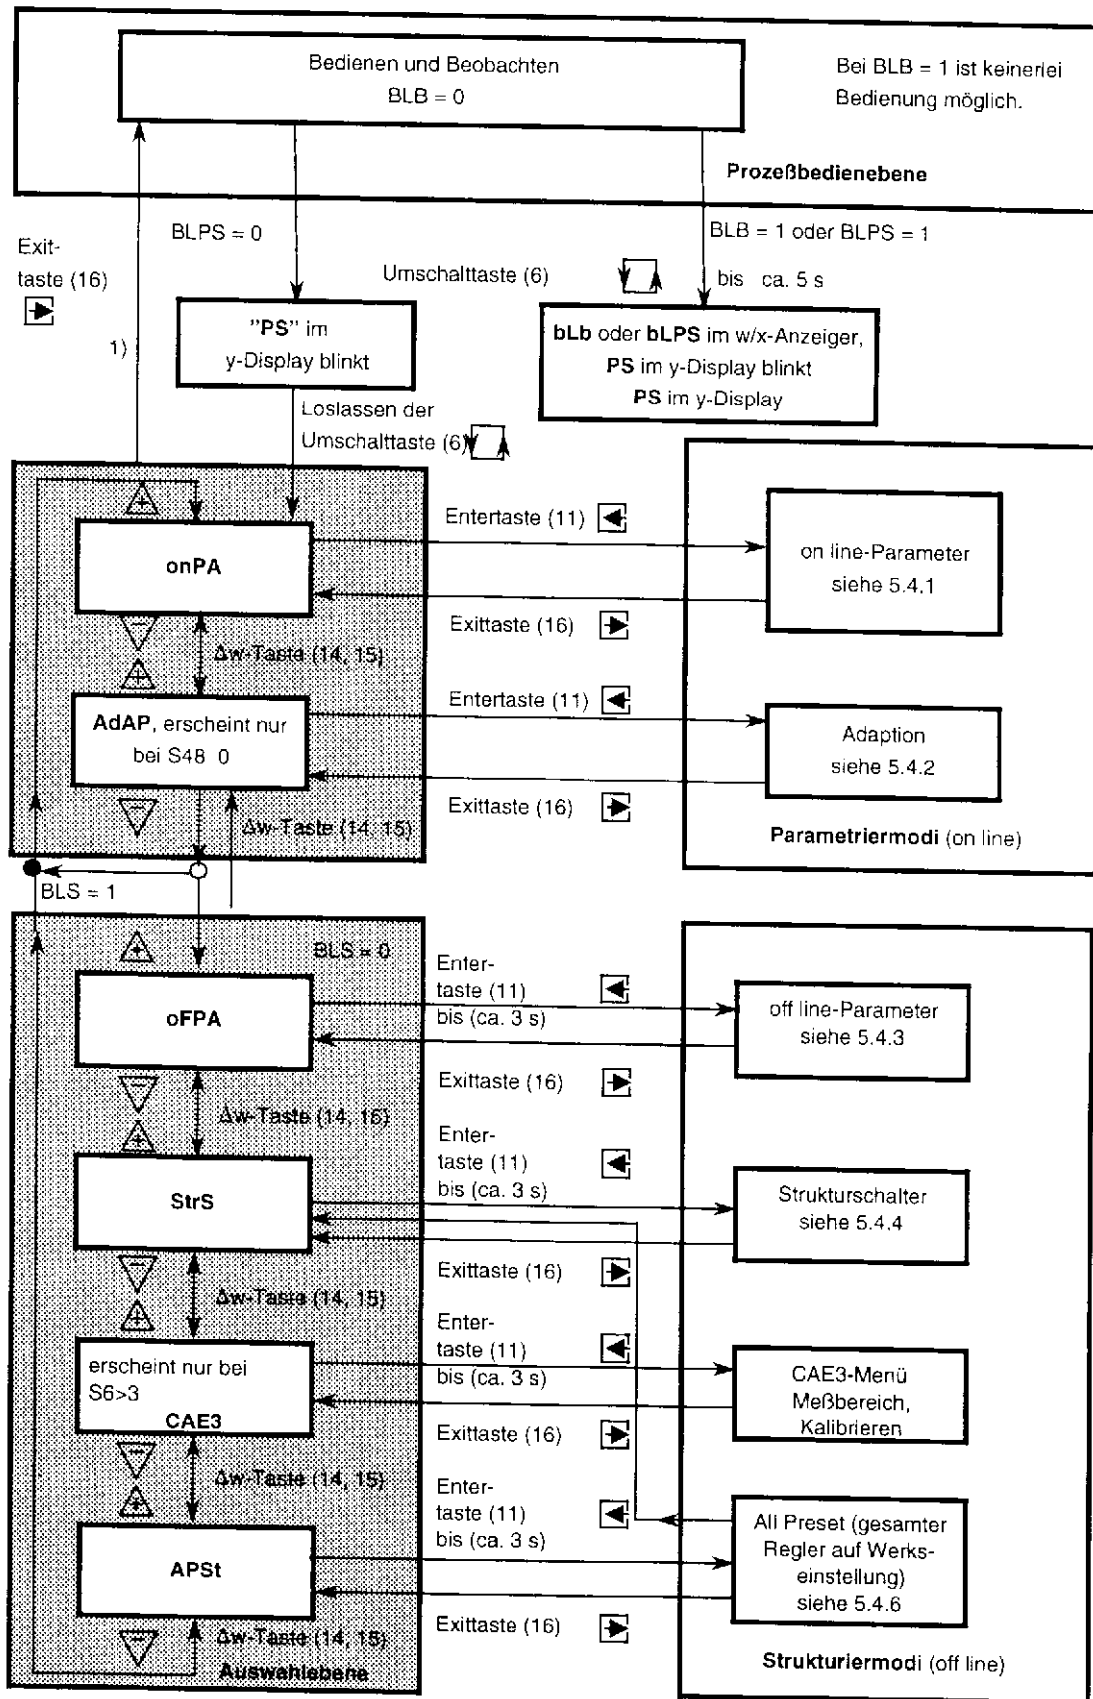

Рис. 5.2 Обзор уровня выбора
Установки на уровнях конфигурации onPA и AdAP, а также выбор на уровне выбора (см. рис. 5.2) происходит в режиме «он-лайн», что означает – регулятор и дальше работает в последнем режиме работы. Вход на уровни onPA и AdAP осуществляется непосредственно из уровней выбора посредством нажатия клавиши Enter (11). Аналоговый x-индикатор (1) и w-индикатор (2) и далее показывают изображение процесса, таким образом реакция объекта регулирования на изменение параметров может быть считана напрямую. Intern-LED (17) и Hand-LED (12) а также LED-тревоги A1 до A4 показывают актуальный режим работы. Клавиша Intern/Extern (16) становится клавишей Exit, относящееся к ней с- LED (18) показывает готовность Exit, это означает, что всегда, когда мигает LED, нажатие клавиши Exit вызывает возврат из выбранного уровня на более высокую ступень иерархии.